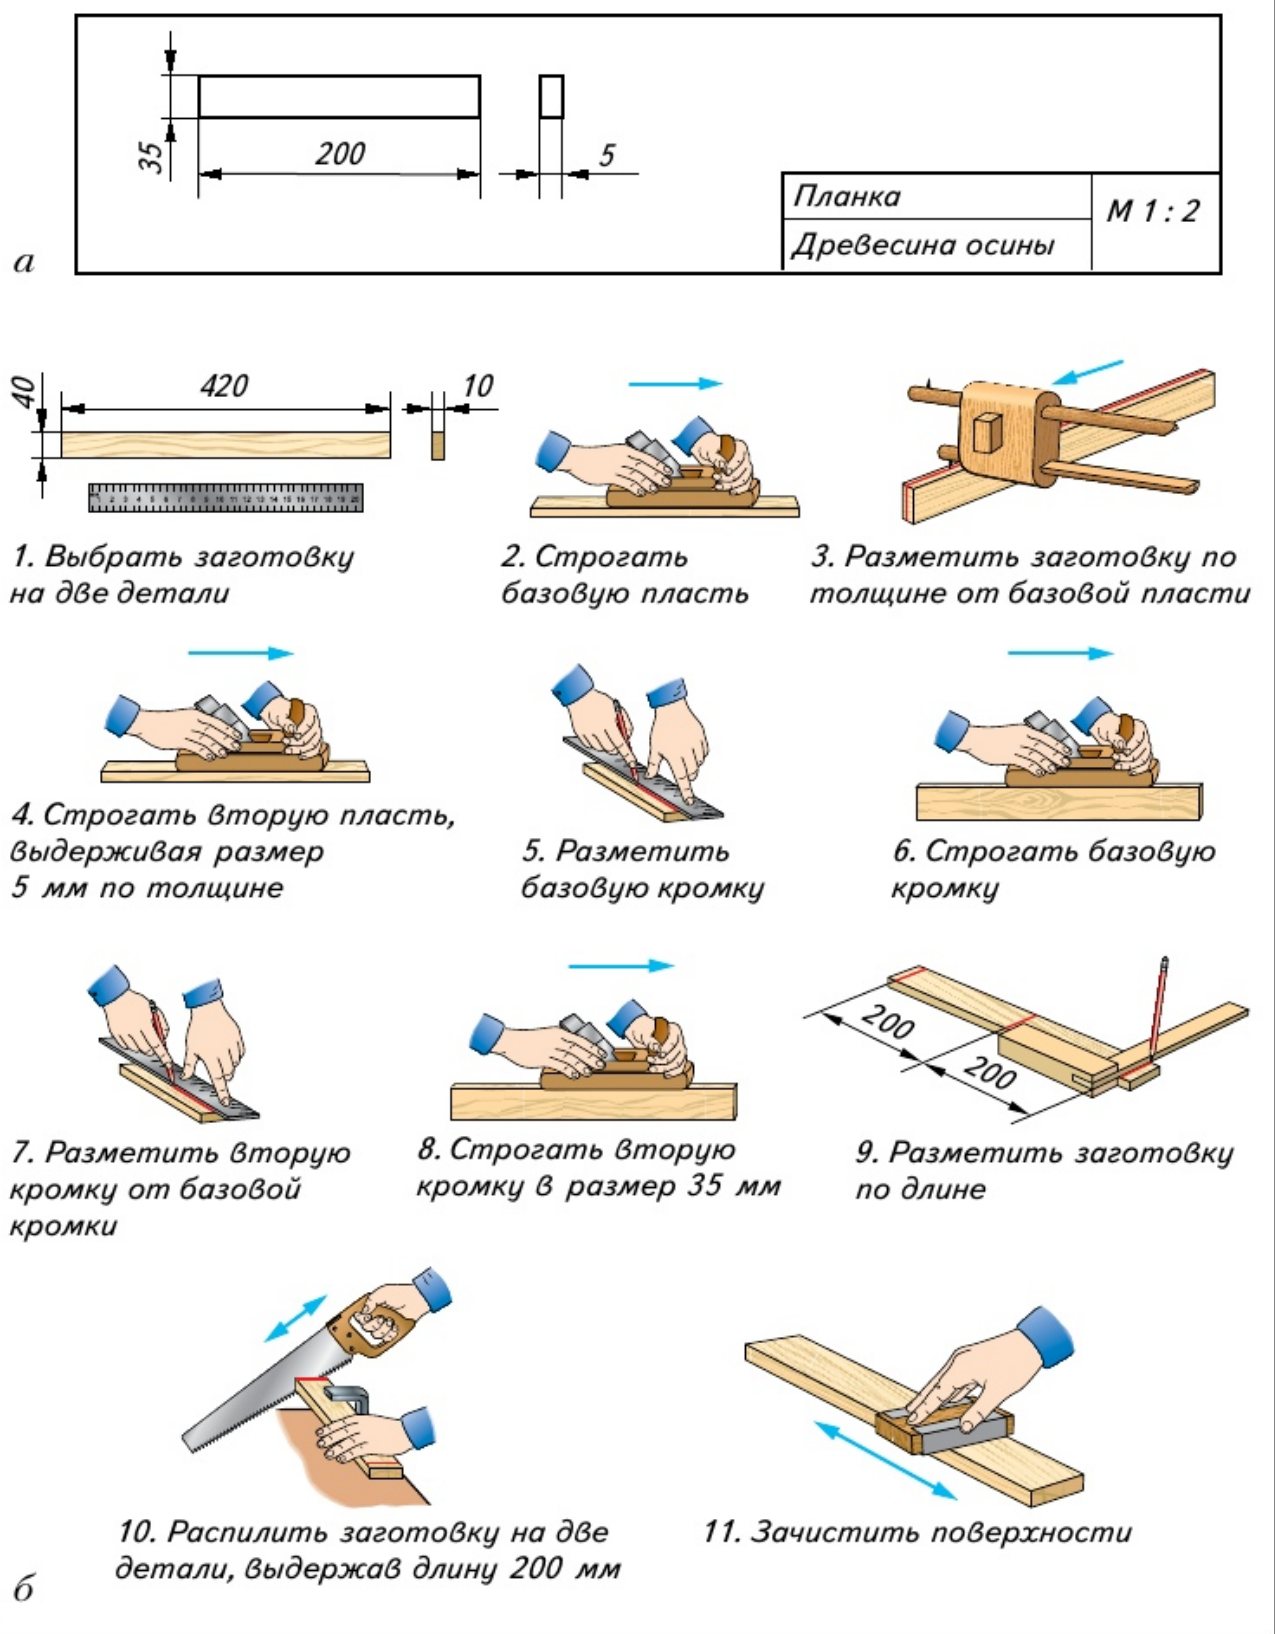

Рис. 37. Изготовление планки для декоративной подставки под горячую посуду:
3. В продолжение таблицы 5 составьте в рабочей тетради технологическую карту изготовления детали «планка» (см. рис. 37).